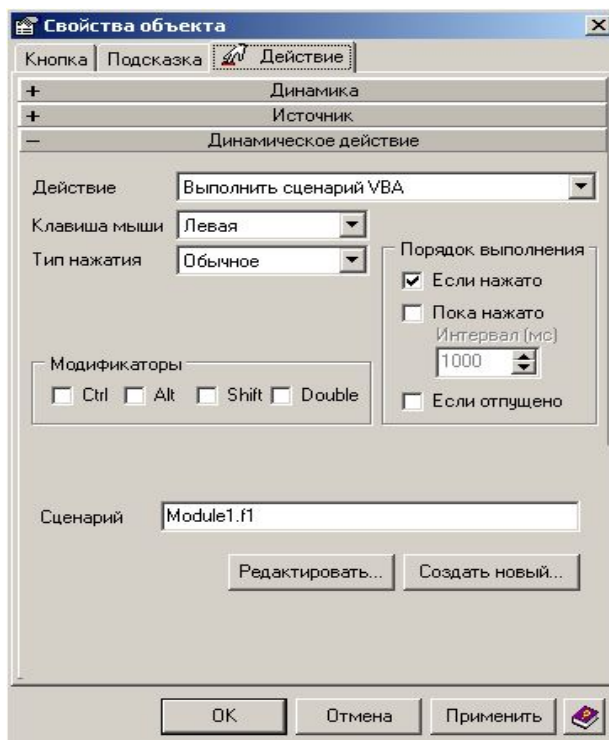

Рис. 7.9. Настройка вызова процедуры на нажатие кнопки
21. Расположите на экранной форме среды разработки `Infinity HMI` динамический объект «Кнопка». Настройте самостоятельно цвет заливки объекта, назовите объект «Изменить фильтр». Добавьте динамику «Действие» и настройте ее как показано на Рис. 7.9. В результате при нажатии на кнопку будет выполняться процедура `f1`, описанная в модуле `Module1`.